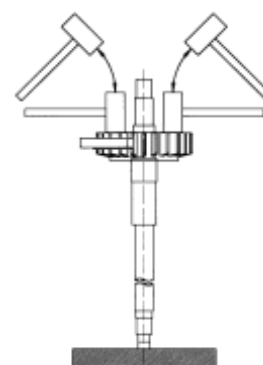

図 16
- (10) ファンキー㉟を外す。
- (11) ファンケース(A)㉑より、ベアリングブラケット㉒とパッキンボックス㉓を外す。
- (12) ヒートファン㉔を外す。
- (13) 出口側ベアリングボックス㉕より、ベアリングブラケット㉒とベアリング押さえ㉖とフート㉗を外す。この時、シャフト㉘は出口側ベアリングボックス㉕と共に外れる。
- (14) 木片などを下に敷き、シャフト㉘の入口側を下にして立てる。(図16)
- (15) 出口側ベアリングボックス㉕をバークハンマで外周を均一に軽くたたきながら、出口側ベアリング㉙より外す。
- (16) ベアリングナット㉚、ベアリングワッシャ㉛を外す。
- (17) プーリ抜きを用いて出口側ベアリング㉙をシャフト㉘より抜く。